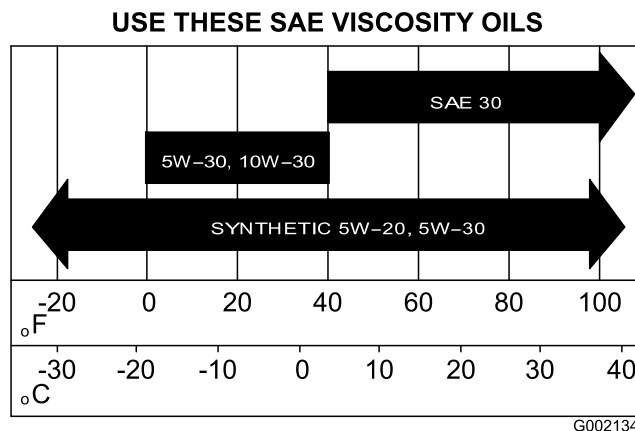

Figura 40
5. Encha o cárter com o óleo especificado; consulte a Figura 40 em Mudança do óleo \(modelos 07273 e 07273TC\) \(página 35\).